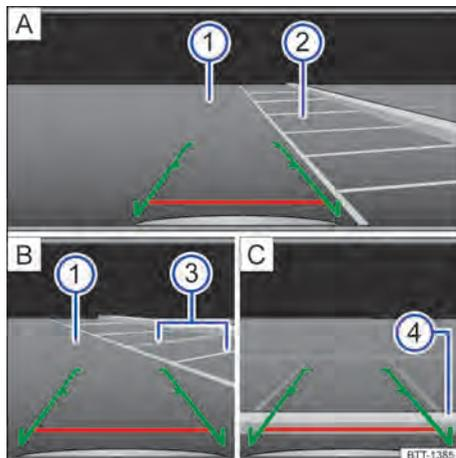

Fig. 106 Exibição do display do sistema de rádio: estacionar com a câmera de marcha a ré.
Legenda para Fig. 106:
- Posicionar o veículo na frente da vaga de estacionamento → Fig. 106 ② **A**.
- Conduzir para trás lentamente e manobrar de modo que as guias verdes laterais conduzam entre as linhas de delimitação da vaga de estacionamento delimitada ② **A**. >
- Alinhar o veículo na vaga de estacionamento selecionada de modo que as guias verdes laterais fiquem em cima das linhas de limitação lateral ③ [B].
- Parar o veículo, quando a linha vermelha atingir a limitação traseira ④ [C].